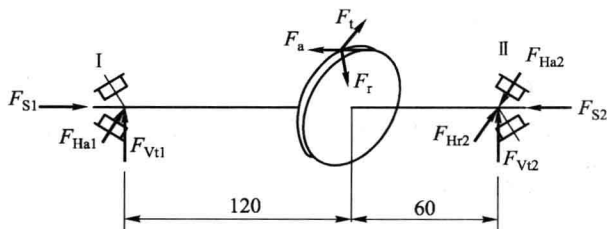

图 10.16
(1) 作该输出轴的受力计算简图, 如图 10.16 所示。
由图 10.16 可知,
其方向如图 10.16 所示。